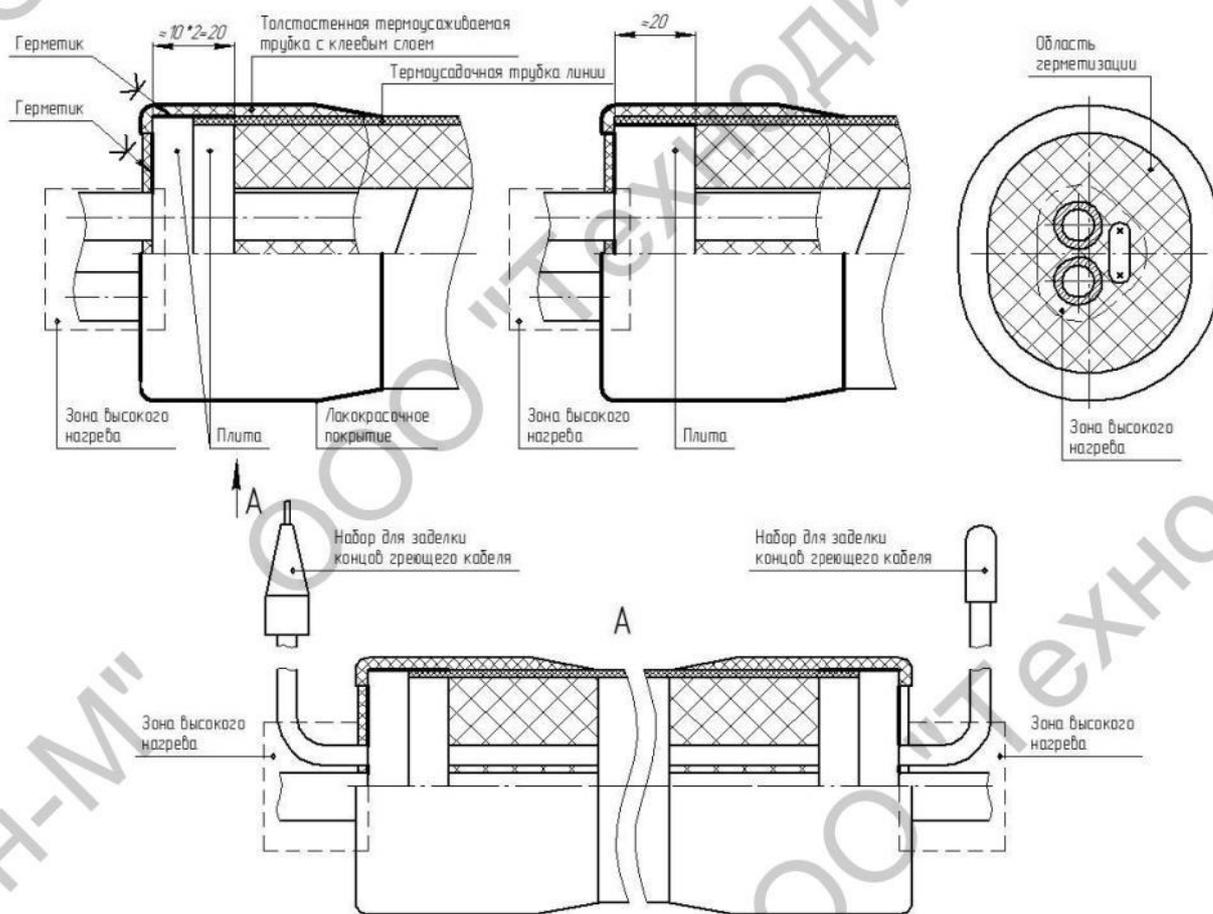

Рисунок 7 - Монтаж комплекта ТДМ-ТИЛ-Э-Ех-КЗиГКЛ с использованием плит.
1. Конец линии зачистить от внешнего слоя изоляции из базальтовых шнуров на необходимую для монтажа величину (см. рисунок 7).